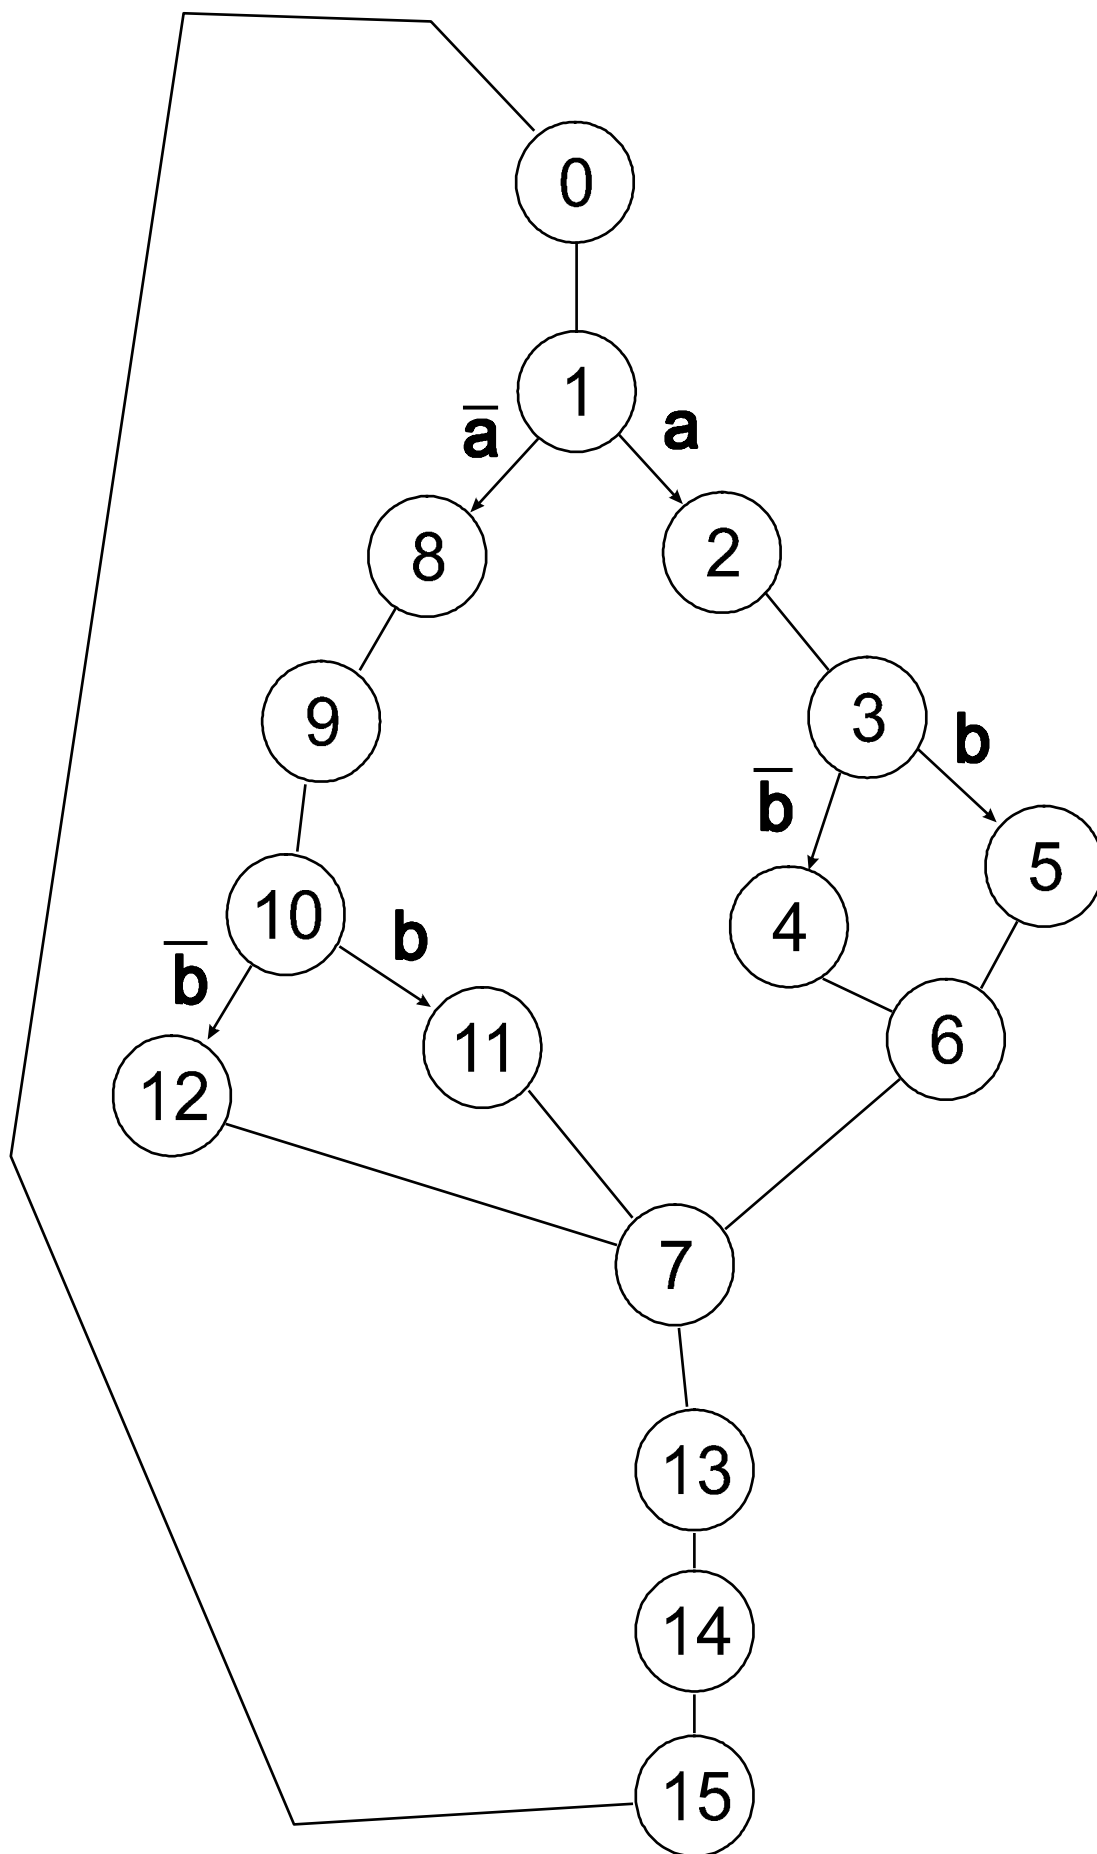

Рис. 6.1. Исходный граф
2. На основе исходного графа состояний (рис. 6.1) и согласно своему варианту составить таблицу перекодировки состояний устройства в десятичном и двоичном коде.